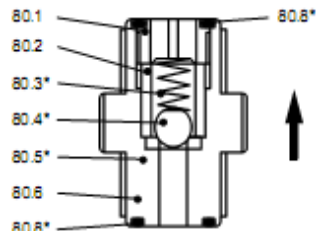

Рис.5 Замена седла и шара клапана.
- Заменить седло (поз. 80,5, см. рис. 5).
- Открутить винтовую часть (поз. 80.1, см. рис. 5).
- Вынуть пружину (поз. 80.3, см. рис.5), прокладку (поз. 80.2, см. рис.5), шар (поз. 80.4, см. рис.5) и седло (поз. 80.5, см. рис.5).